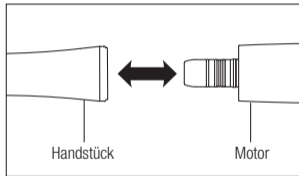

Abb.1
- 1) Das Handstück direkt an den Motor anschließen (Abb. 1).